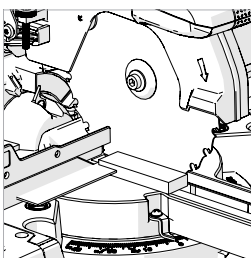

Fig. 30
- Coloque una escuadra en la mesa con un borde contra la guía y el otro borde contra la hoja (evitando las puntas de CT). (Fig. 30)
- Si fuera necesario un ajuste, afloje los tres (3) tornillos de ajuste de la guía usando una llave Allen.